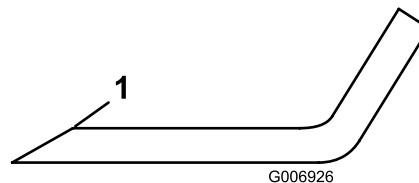

Figure 30
1. Au moyen d'une lime, aiguissez les tranchants aux deux extrémités de chaque lame (Figure 30). Veillez à conserver l'angle de coupe d'origine. Limez la même quantité de métal sur les deux tranchants pour ne pas déséquilibrer la lame.